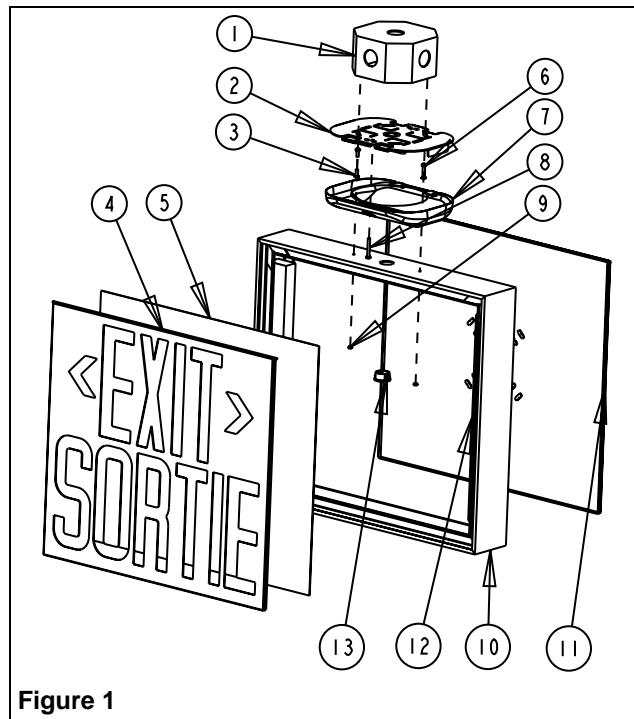

Figure 1
- e. Assembler le pavillon à l'enseigne à l'aide des vis courtes(6) et des écrous à rondelle(9) fournies (voir fig 1).